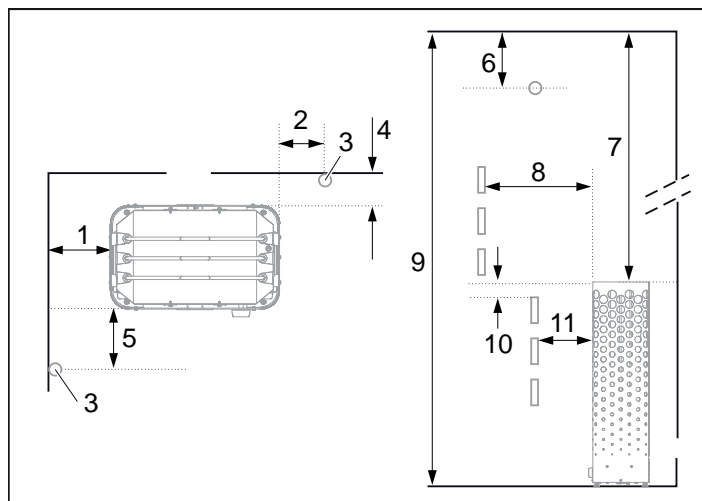
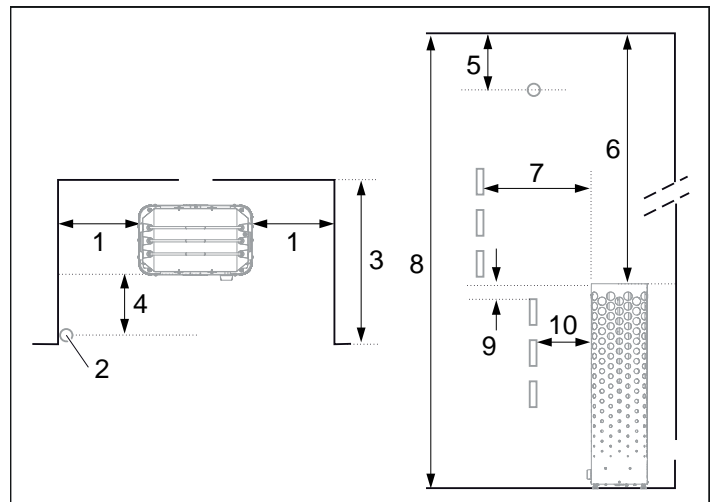

Figure 3 : Positionnement du poêle - installation normale
Figure 5 : Positionnement du poêle - installation en niche
- Planifier le positionnement du capteur (voir figure 3, page 20 et figure 5, page 20)
- sur le même mur que la porte (ou sur le mur latéral, si très proche du mur de la porte). Le poêle peut également être placé dans une niche (voir figure 5).
- à bonne distance du sol, des murs latéraux et des aménagements intérieurs (voir figure 3).
Positionnez le capteur conformément à l'image (voir figure 3).
1. Positionnez le poêle à bonne distance du sol, des murs latéraux et des aménagements intérieurs (voir figure 5).
2. Positionnez le capteur conformément à l'image (voir figure 5).